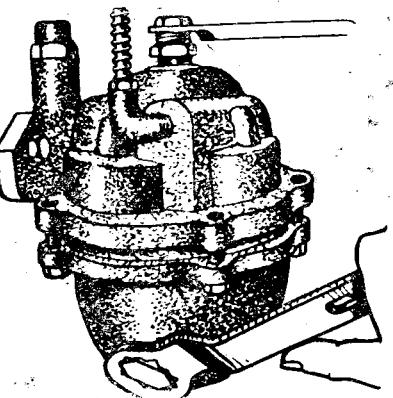
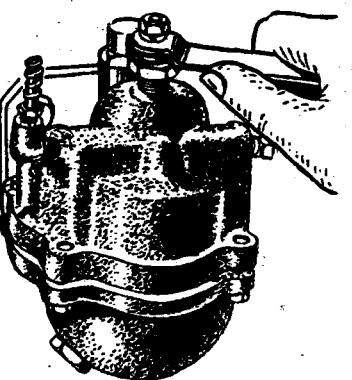

Рис. 23. Отвертывание сливной пробки фильтра грубой очистки.
Рис. 22. Очистка фильтра.
9. **Фильтр грубой очистки** очищайте поворотом стержня на  $1\frac{1}{2}$ —2 оборота ежедневно на горячем двигателе, для чего делайте 15—20 качков его рукоятки (рис. 22). Сливайте осадок из отстойника фильтра при смене масла в двигателе (рис. 23).